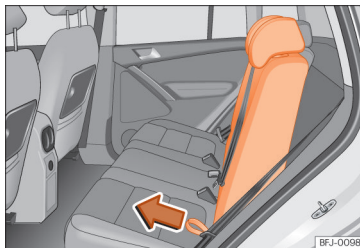

Abb. 115 Rücksitzlehne vor- und zurückklappen.
- Schlaufe »» **Abb. 115** in Pfeilrichtung nach vorn ziehen, dabei Sitzlehne festhalten und langsam nach vorn klappen »» .